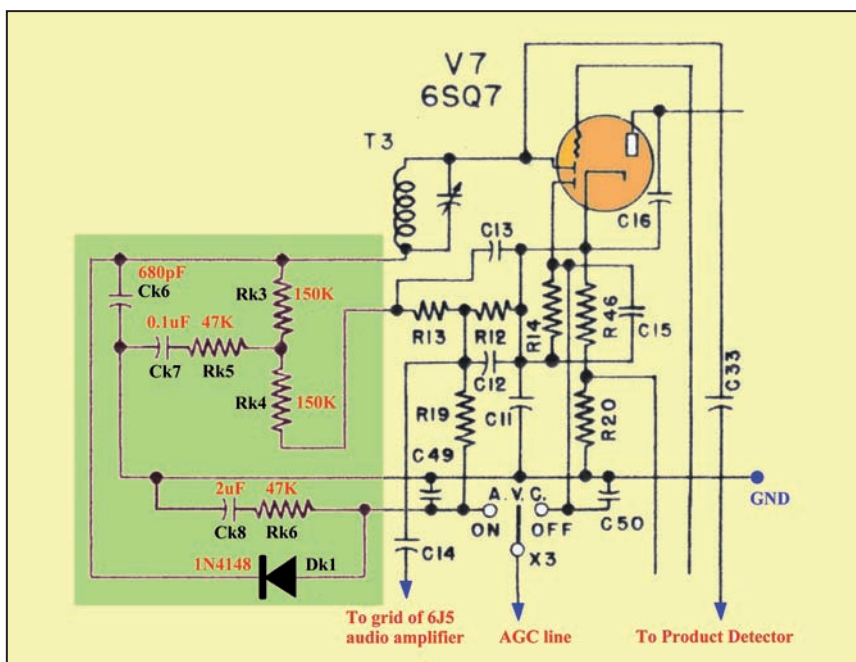

Fig. 20 - Controllo Automatico del Guadagno e rete audio
3. Controllo Automatico del Guadagno e rete audio (Fig. 20)
Il circuito della terza parte della modifica è riportato in Fig. 20, ove con sfondo verde sono indicati i componenti aggiunti. La resistenza R13 ed il condensatore C13 sono sconnessi dal circuito secondario di T3 e collegati separatamente. Ciò al fine d'attenuare il segnale audio - del rivelatore d'ampiezza - inviato all'ingresso del primo stadio amplificatore di bassa frequenza. Al medesimo ingresso dell'amplificatore di BF è collegato anche il segnale demodulato dal rivelatore a prodotto. Essendo il guadagno di BF molto elevato, la soluzione proposta evita la commu-